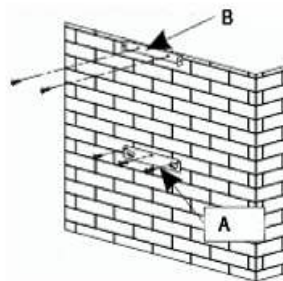

fig. 1
- Märk ut de 3 hålen som skall borras och använd upphängningskroken till kåpan, avpassa och respektera det rekommenderade avståndet (del A i fig. 1).
- Skruva in hållaren för fastsättning av kåpan och se till att den är perfekt i väg. (del A i fig. 1).
- Beräkna den slutliga höjden för att skruva dit U bygeln till skorstenens fäste (del B fig. 1).
- Borra de 2 hålen på 8 mm och skruva i monteringsflänsen till skorstenen, kontrollera att den är i linje med kåpan (del B fig. 1).